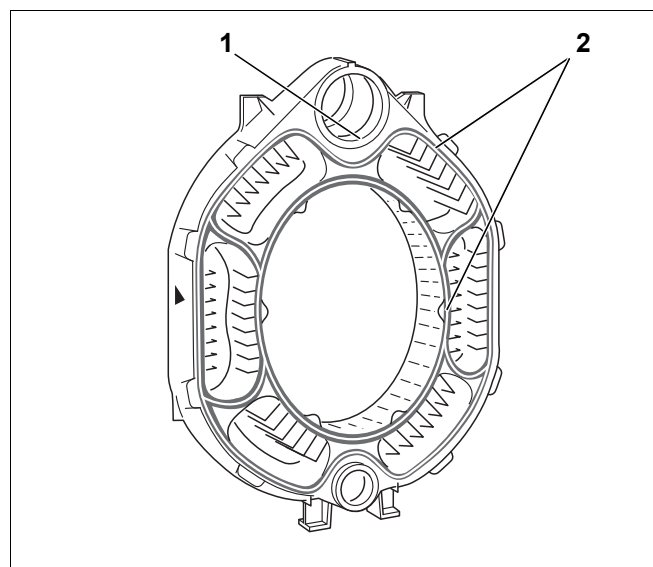

Рис. 12 Подготовка средней секции
- ▶ Смажьте герметиком уплотнительные поверхности ступиц (рис. 12, [1]).
- ▶ Смажьте уплотнительные кромки адгезионным составом (грунтовочной краской) (рис. 12, [2]).